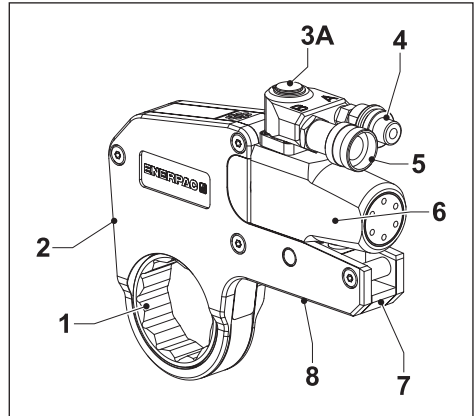

Abb. 1
3.1 Übersicht und Merkmale (Abb. 1 oder 2)